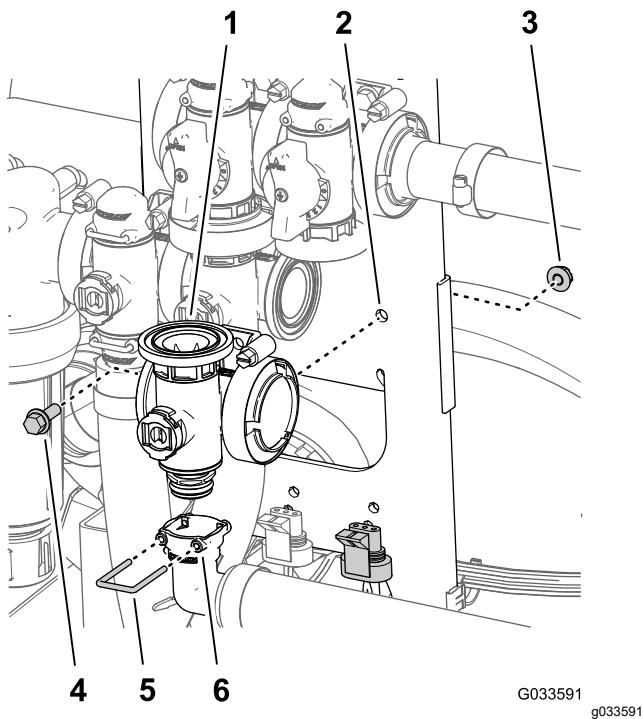

Figura 130
5. Aliniază mufa fittingului de ieire la 90° în fittingul de cuplare de la baza colectorului pentru supapa braului principal (Figura 130).
- Fixai fittingul de ieire pe fittingul de cuplare introducând un opritor în mufa fittingului de ieire (Figura 130).